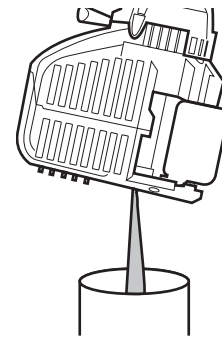

Fig. 27
- Si el nivel de aceite es demasiado alto, incline la unidad y drene el exceso de aceite en un recipiente adecuado (Fig. 27).
3. Inclíne la unidad verticalmente para verter el aceite fuera del orificio de llenado de aceite y al interior del recipiente (Fig. 27). Deje bastante tiempo para que se drene completamente.